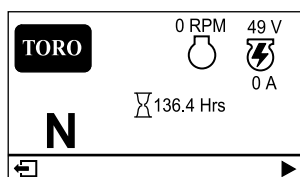

図 26
- **主画面** 図 26: キーが ON 位置にある時に、マシンの現在の情報を表示します。